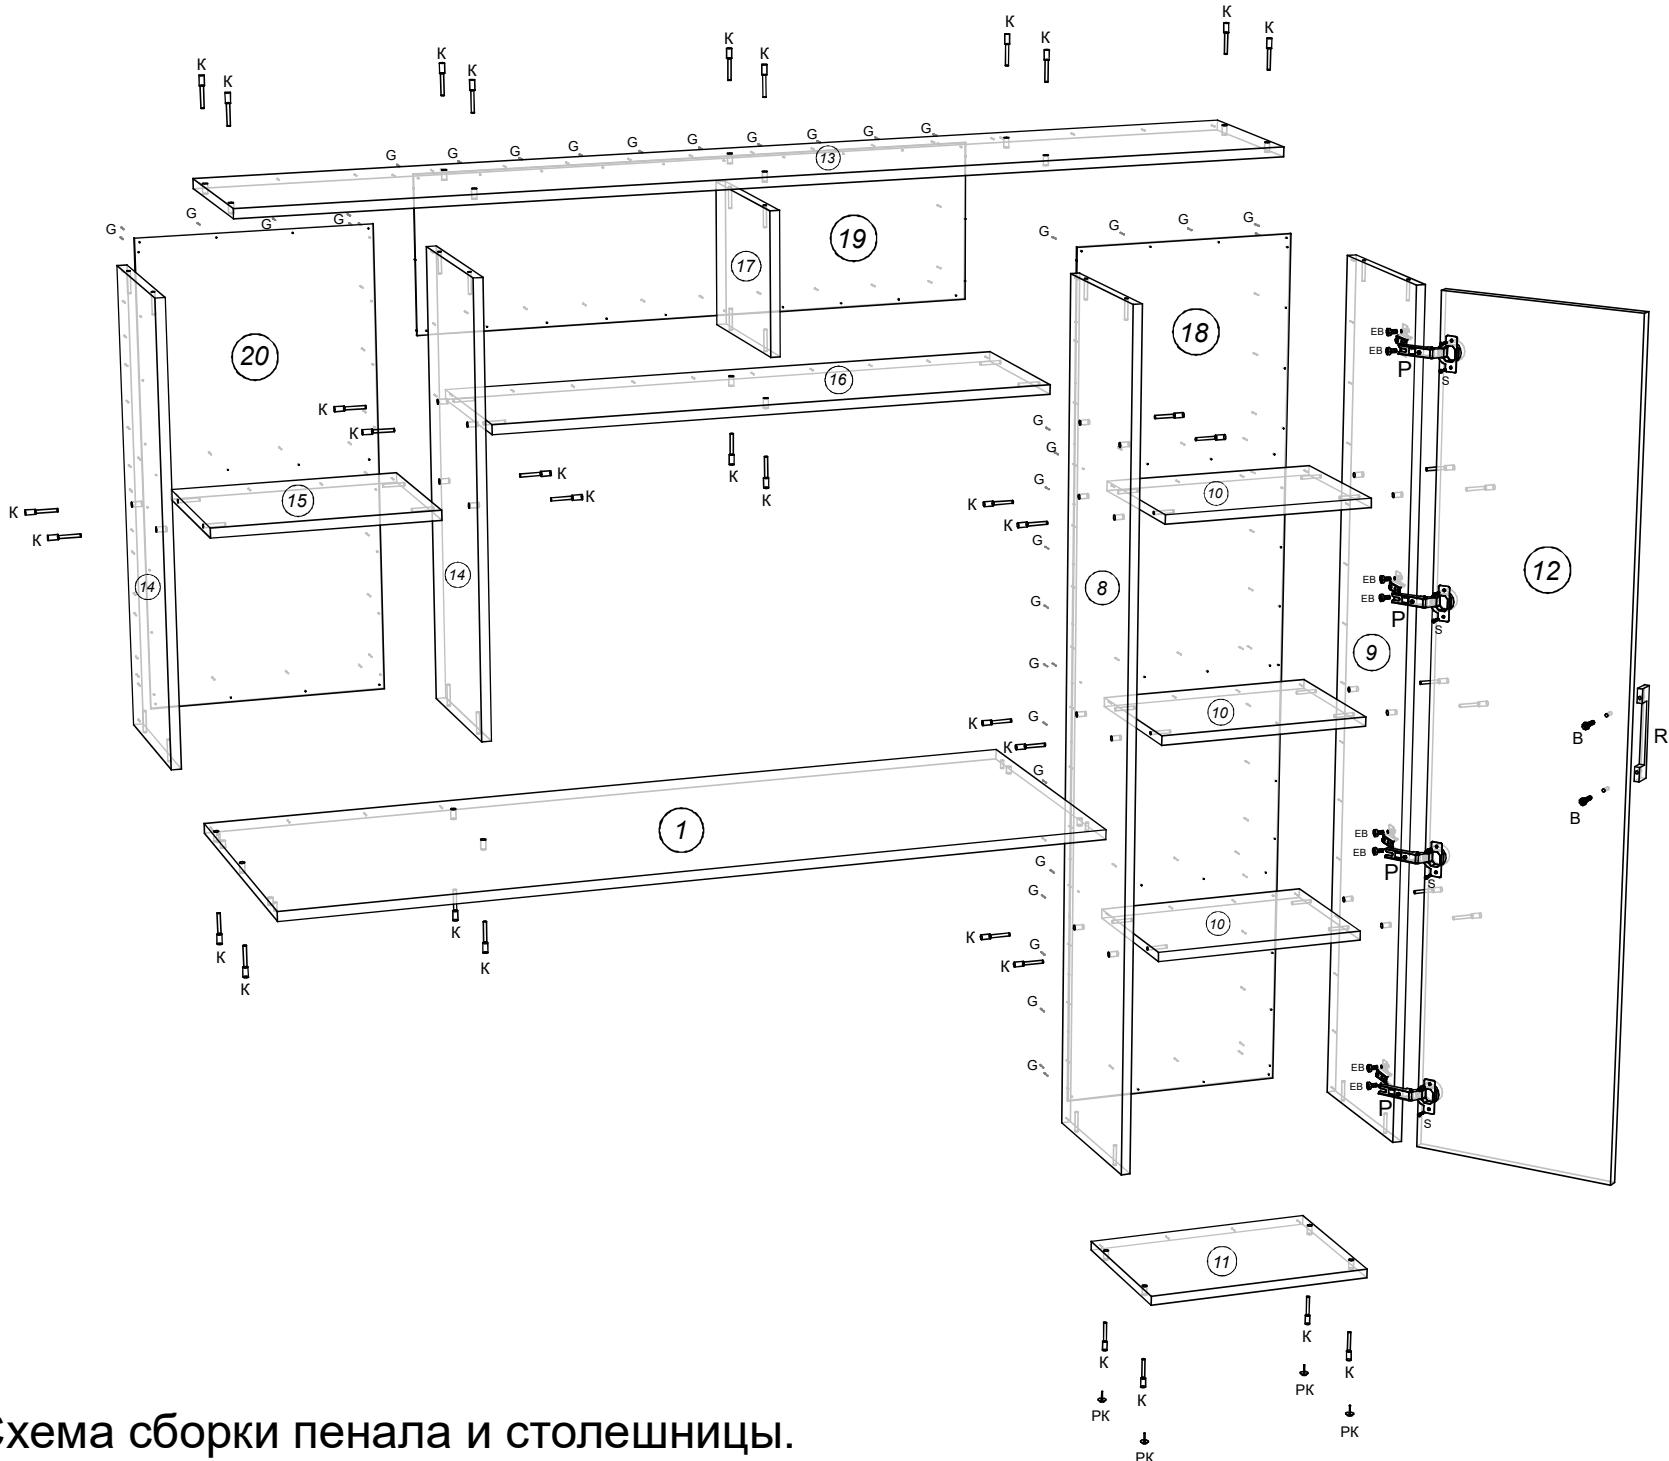

Рис. 1 Схема сборки пенала и столешницы.
- Собираем пенал с надстройкой и крепим столешницу(поз. 1) как показано на рис. 1.